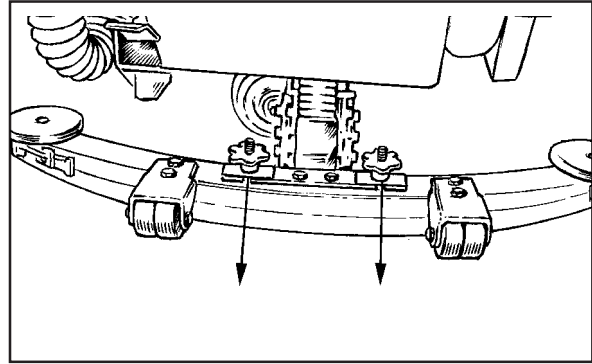

Abb. 31
1. Entfernen Sie das Saugleistenteil, indem Sie die zwei Knöpfe, die die Saugleiste an der Maschine befestigen, lockern. Ziehen Sie das Saugleistenteil ab. Siehe Abb.31.